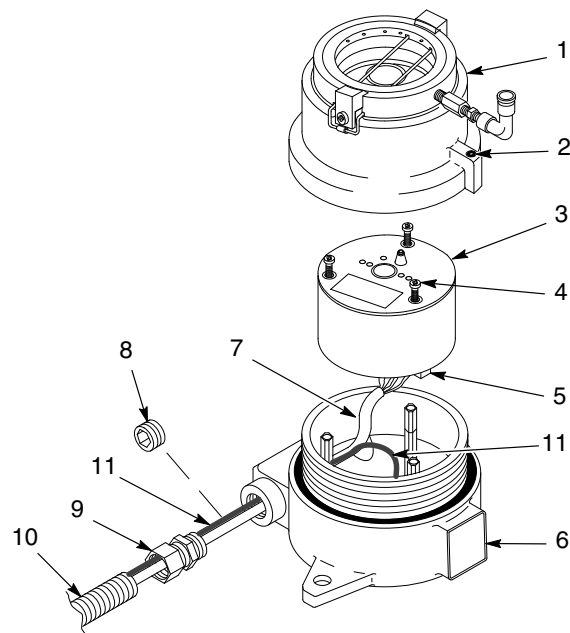
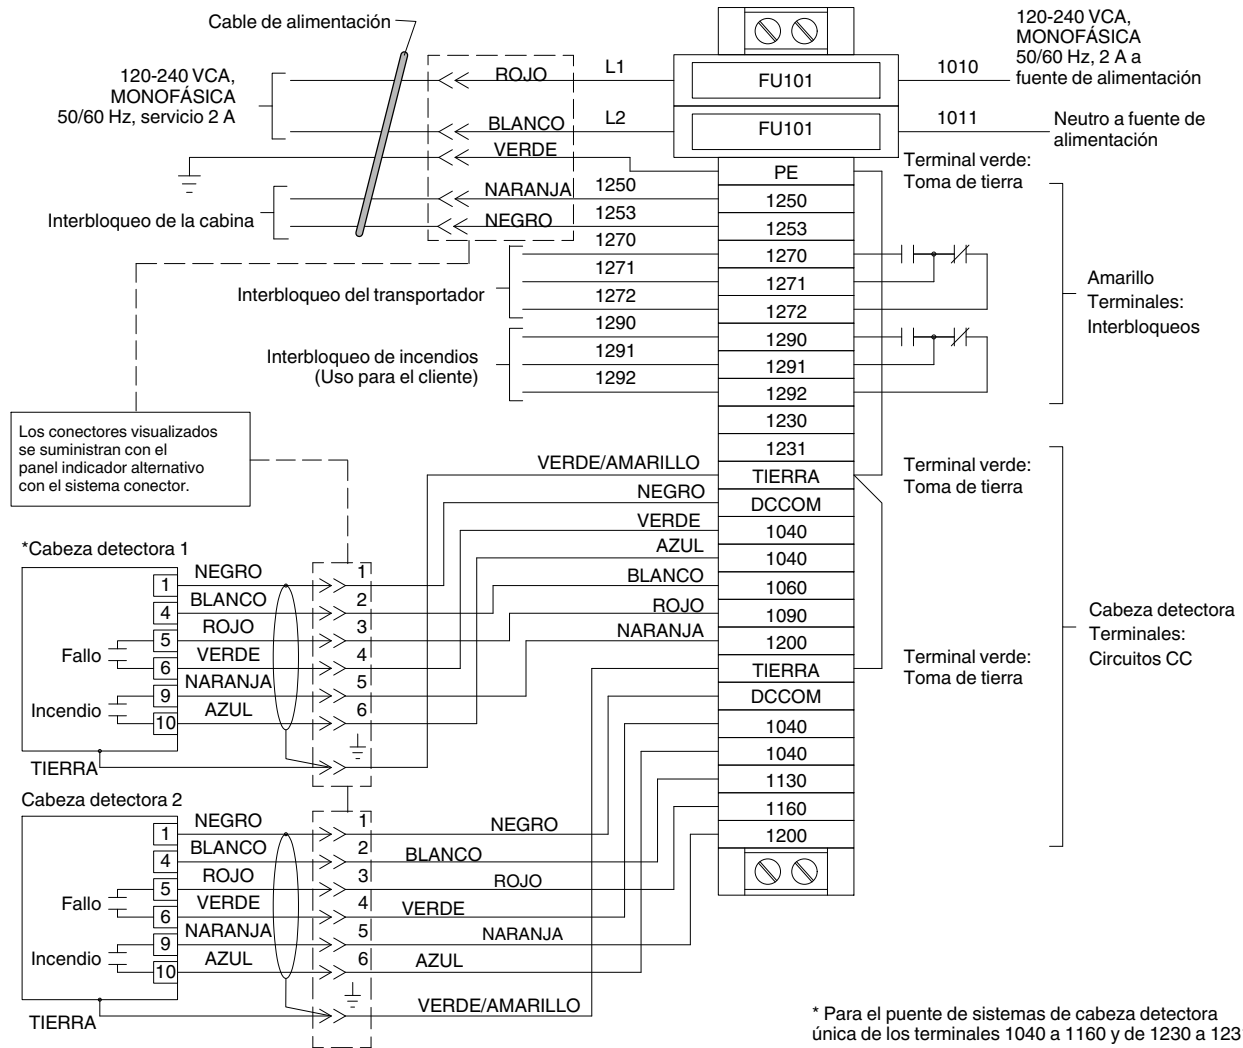

Figura 5 Conexión eléctrica de la cabeza detectora
Figura 6 Esquema eléctrico de la instalación
1. Ver la figura 5. Aflojar los tornillos de ajuste (2) en la carcasa superior (1). Desenroscar la carcasa superior para separarla de la inferior (6).
2. Aflojar los tres tornillos (4) en la parte superior del microprocesador/módulo de sensor (3). Extraer el módulo de la carcasa inferior. Mantener limpias las lentes del sensor.
3. Extraer uno de los tapones ciegos (8) de la carcasa inferior e instalar un racor para conductos estanco al líquido (9) en la conexión abierta.
4. Extraer el cable (7) y cable de tierra (11) a través del conducto (10), posteriormente conectar el conducto (10) al racor.
5. Conectar los cables al bloque de terminales (5) en la parte inferior del microprocesador/módulo de sensor. Ver la figura 6 para las conexiones.
9. Conectar los cables al bloque de terminales del panel indicador o al conector, tal y como se muestra en la figura 6.
Conectar todos los cables de interbloqueo tal y como se muestra en la figura 6.
Ver la figura 6. Suministrar 120-240 Vca, monofásica, 50/60 Hz, servicio eléctrico de 2 amp con puesta a tierra al panel indicador desde el panel eléctrico de la cabina. Emplear un cable de tres conexiones, un conducto flexible o rígido, y racores para conductos estancos al líquido.